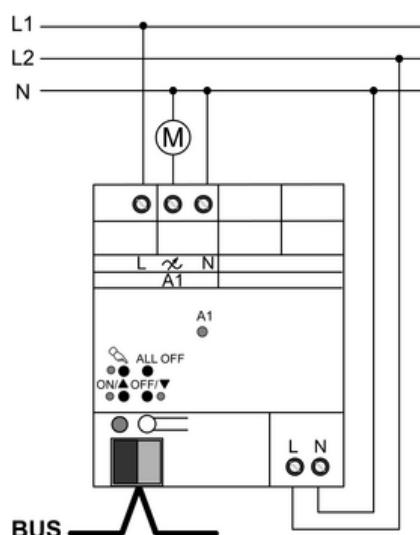

Bild 6: Dimmktor 1fach – Anschluss für Drehzahlstellerbetrieb
- Gerät gemäß Anschlussbeispiel anschließen (Bild 6).